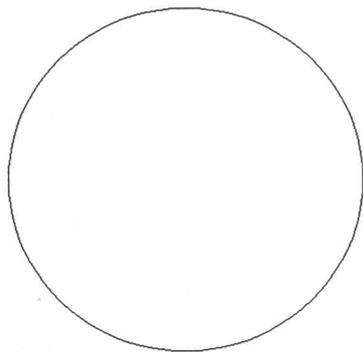

图1-3 绘制圆
**步骤 03** 在命令行中输入CIRCLE（圆）命令并按回车键确认，根据命令行提示进行操作，在绘图区中的任意一点单击鼠标左键，确认圆心点，输入7.5，按回车键确认，绘制一个圆，如图1-3所示。